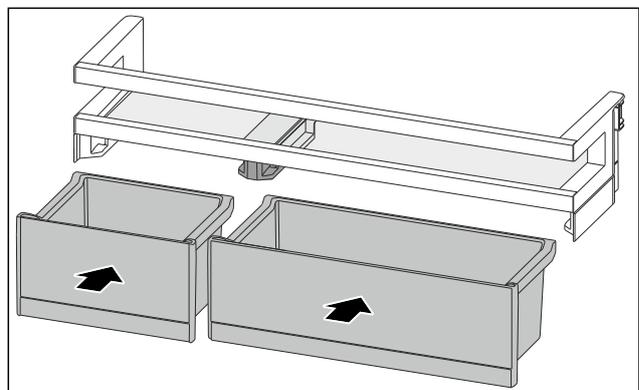

Fig. 79
- ▶ VarioBoxen in getauschter Anordnung einsetzen. (siehe Fig. 79)